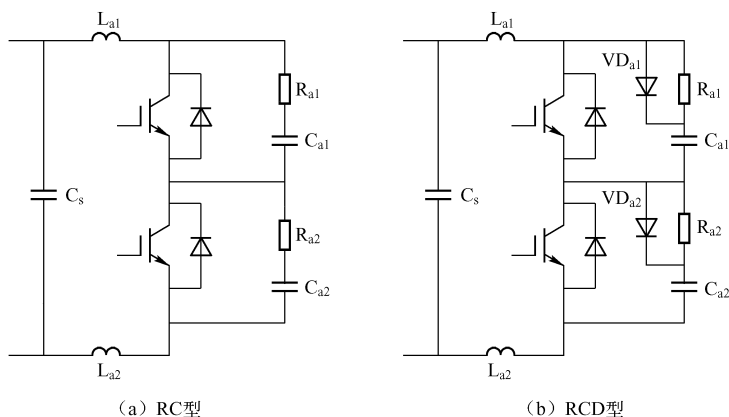

图 2-25 充放电型 IGBT 缓冲吸收电路
(1) 充放电型有 RC 吸收和 RCD 吸收 2 种，如图 2-25 所示。RC 吸收电路因电容 C 的充电电流在电阻 R 上产生压降，还会造成过冲电压。RCD 电路因用二极管旁路了电阻上的充电电流，从而克服了过冲电压。